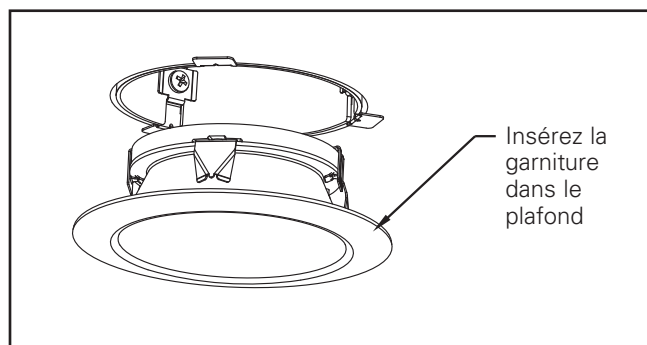

Figure 5
1. Insérez la garniture dans l'ouverture du module à DEL jusqu'à ce qu'elle soit égale au plafond (voir la figure 5).